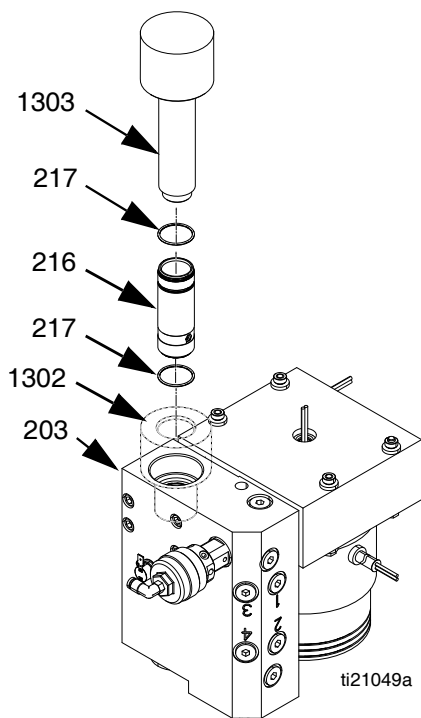

FIG. 36
2. Posizionare lo strumento femmina per l'installazione del cilindro (1302) nel collettore di uscita del fonditore (203) per proteggere le guarnizioni dalle filettature appuntite. Vedere FIG. 36.
3. Utilizzare lo strumento maschio per l'installazione del cilindro (1303) per spingere il cilindro (216) nel collettore di uscita del fonditore (203). Se necessario, utilizzare un martello in gomma per fissarlo in posizione. Vedere FIG. 36.